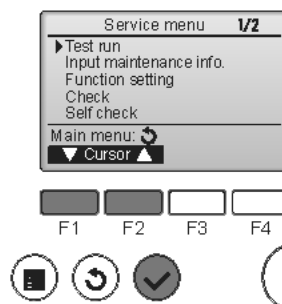

Fig. 8-1
- ① Välj "Test run" (Provkörning) från servicemenyn och tryck på [VÄLJ]. (Fig. 8-1)